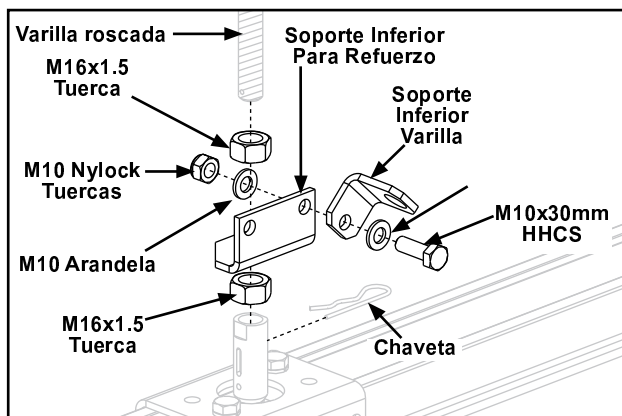

Figura 3-48
- Paso 2. Inserte el extremo de varilla roscada en la tuerca M16x1.5, del soporte inferior del refuerzo, y la tuerca M16x1.5 del conector giratorio hembra. Vea Figura 3-48.